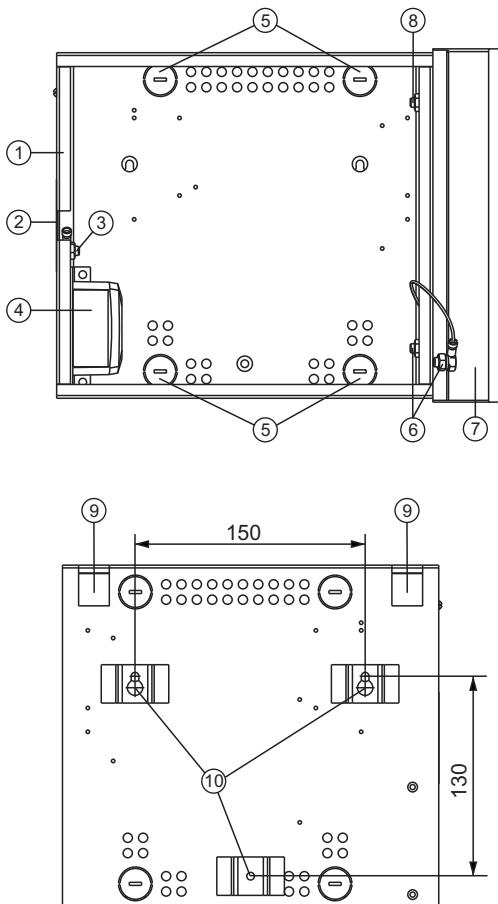
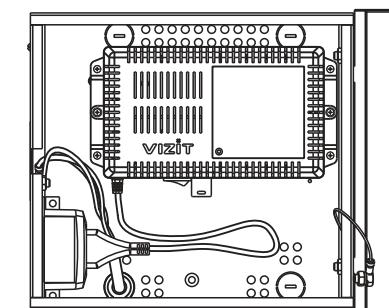

Рисунок 1 - Внешний вид и установочные размеры бокса
Рисунок 4 - Расположение блока управления VIZIT в боксе
Для крепления на стене используются скобы ⑯ (см. рисунок 1) на задней стенке бокса, а также шурупы 4x40 и дюбеля 6x40 из комплекта поставки.
Для ввода кабелей внутрь бокса удалите металлические заглушки нужных кабельных вводов (рисунок 1, позиция 5).
- Заведите провода линии связи в бокс через отверстия ⑤ (см. рисунок 1).
- Если конструкция блока вызова предусматривает его заземление, подключите защитный провод блока вызова к клемме ⑧. Защитный провод соединяется с кабельным наконечником клеммы методом опрессовки.
- Подключите сетьевую вилку блока управления / блока питания к розетке (см. рис. 4, 5, 12, 13).